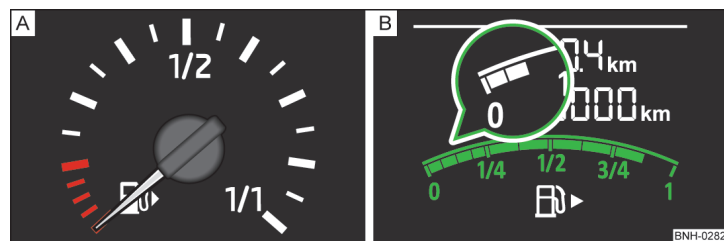

Fig. 22 Indicador de nivel de combustible
**Tipos de indicadores de la reserva de combustible » fig. 22**
La marca de reserva se señala por el sector rojo de la escala » fig. 22 - **A** y/o al indicarse solamente los dos últimos segmentos de la escala » fig. 22 - **B** en la lupa.